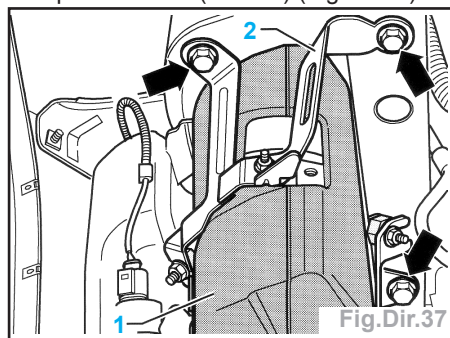

Fig.Dir.37
- Ouvrir le collier à lame-ressort (3) de la conduite de retour (Durit de retour) (2).
- Débrancher prudemment la conduite de retour (2) de la tubulure du réservoir du groupe moto-pompe (4) et la fermer avec un sac en plastique ou du ruban adhésif pour la protéger des salissures.
- Déposer les vis (flèches) (Fig.Dir.37).